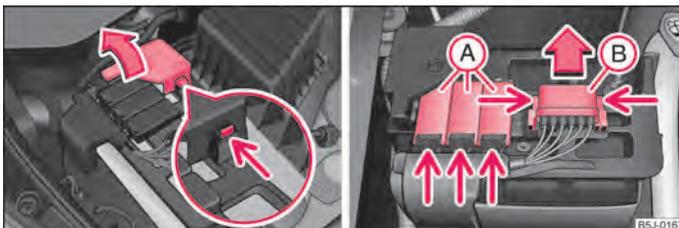

Fig. 150 Batería: Abrir la cubierta del polo positivo/tapa de fusibles
- Levante la cubierta del polo positivo (+) ⇒ fig. 150.
- Presione las fijaciones de las cubiertas de fusibles (A) ⇒ fig. 150 lado derecho, y abata las cubiertas.
- Presionar al mismo tiempo los enclavamientos laterales de la caja de fusibles (B) retire la cubierta sentido de la flecha.
- Algunos vehículos sólo disponen de la cubierta (B) ⇒ fig. 150, lado derecho.